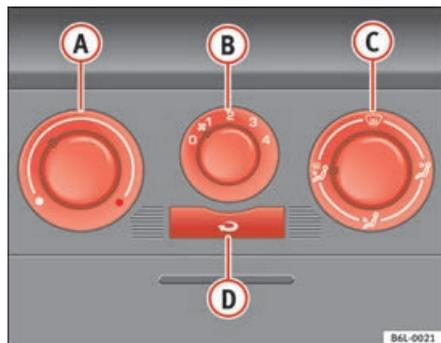

Fig. 92 Comandos do aquecimento no painel de instrumentos
- Rodar o regulador da temperatura ⇒ fig. 92 **A** para a esquerda.
- Rodar o regulador da temperatura ⇒ fig. 92 **A** para a direita, até ser atingida a potência calorífica pretendida.
- Rodar o regulador da temperatura ⇒ fig. 92 **A** para a direita, até ser atingida a potência calorífica máxima.
- Rodar o regulador da temperatura ⇒ fig. 92 **A** para a zona de aquecimento.